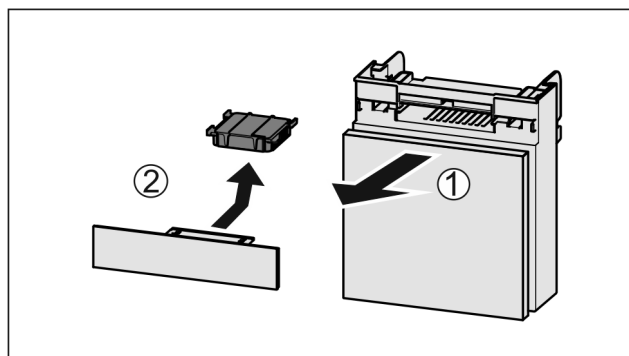

Fig. 108
- ▶ Vytiahnite zásuvku smerom dopredu Fig. 108 (1).
- ▶ Vyberte aktívny uhlíkový filter Fig. 108 (2).